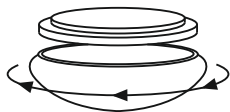

Рис.1
3. Снимите плафон светильника с основания, повернув его против часовой стрелки (Рис.1).